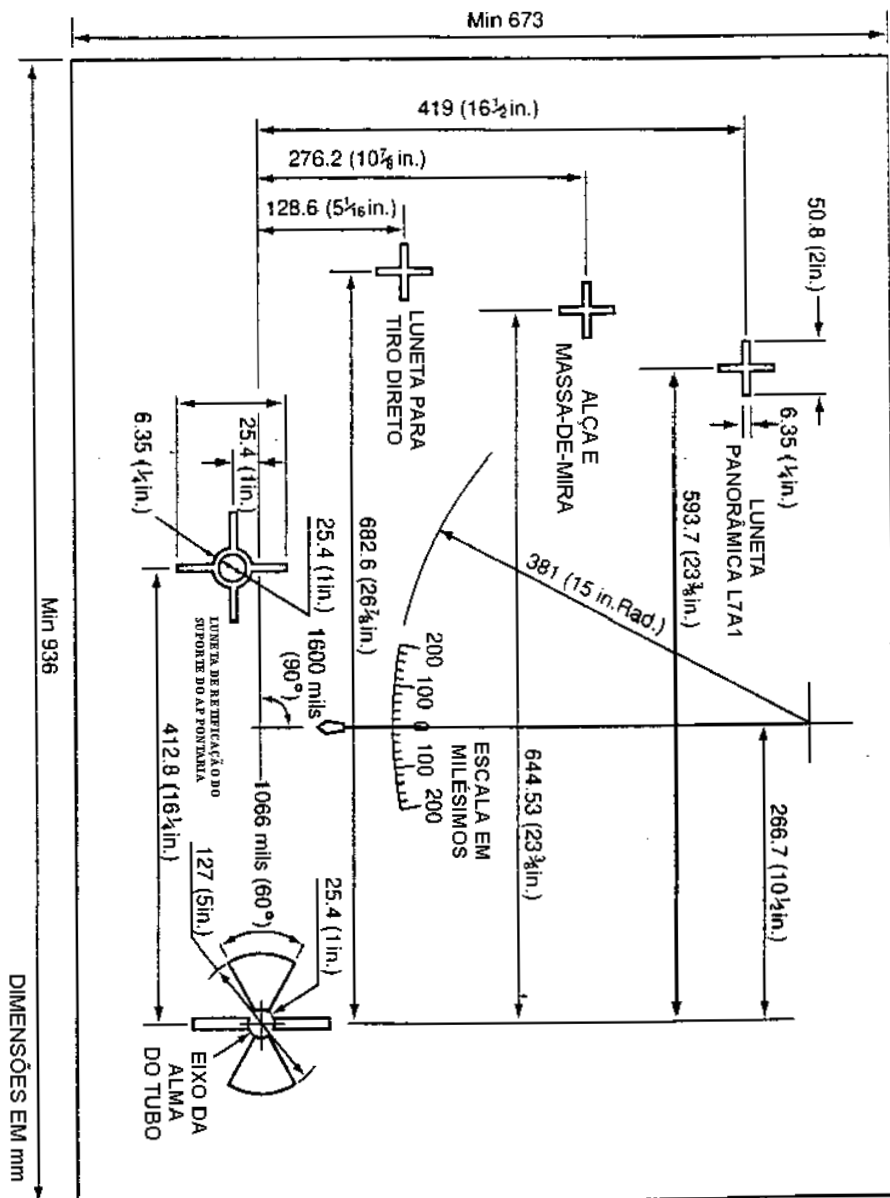
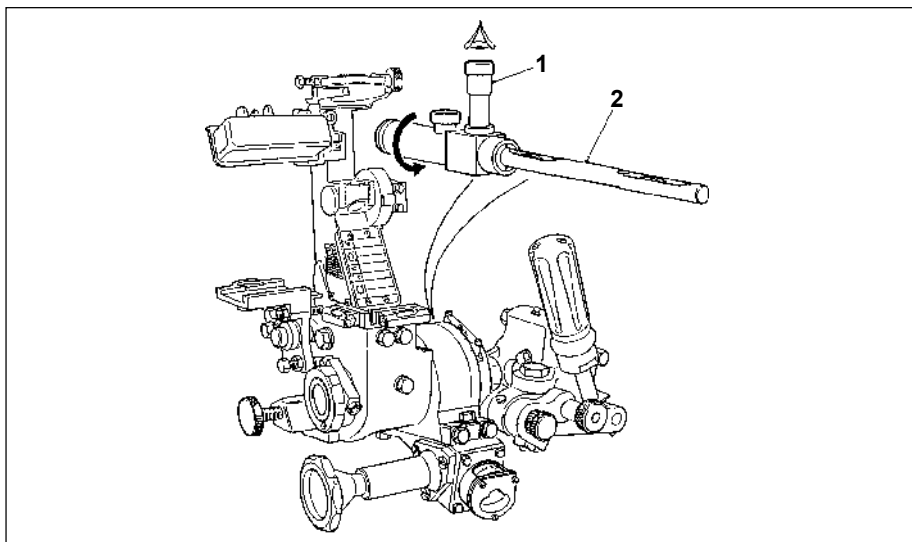

Fig 11-1. Alvo de Retificação
Fig 11-6. Suporte do aparelho de pontaria
(1) Esta verificação é realizada antes de exercícios de tiro e de acordo com a periodicidade prevista nas tabelas de manutenção.
(2) Para a realização da retificação completa poderá ser utilizado o alvo de retificação (Fig 11-1) ou um Ponto Afastado.
(3) Ao final da retificação completa é obtido o ângulo padrão, como veremos no Prf 11-17.
- a.** Alvo de retificação (Fig 11-1);
- c.** Luneta de retificação do suporte do aparelho de pontaria 0,5 In MK2 (Fig 11-6);
- (1) chave de encaixe de 15/16"-1";
- (2) chave de boca e de encaixe de 3/4";
- (3) chave de boca e de encaixe de 9/16";
- (4) chave de boca de 11/16"x3/4"; e
- (5) chave de encaixe 5/16".
e. Placa suporte do quadrante de nível (Fig 11-1)
d. A seguir execute uma rotação da luneta de retificação do suporte do aparelho de pontaria cerca de 90° no sentido anti-horário (Fig 11-6). O retículo deverá estar exatamente sobre o ponto afastado.